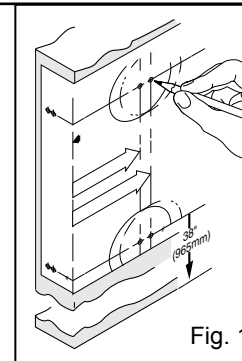
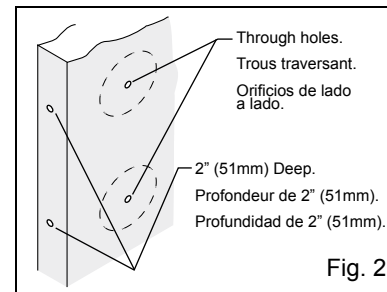
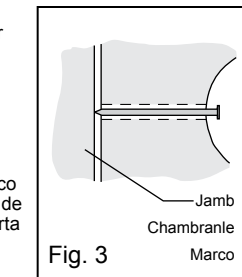

Fig. 1
Fig. 2
Fig. 3
Note 1. A. Determine your backset, see (figure 1). B. If your backset measured 2-3/4" (70mm), adjust the backset of latches as follows: For top latch, rotate front of latch 180° (see figure 2). For bottom latch, grasp spring pin (a) and move it from the 2-3/8" slot to the 2-3/4" slot (see figure 3).
Remarque 1. A. Déterminez l'écartement, voir (figure 1). Les verrous n'ont pas besoin de réglage si l'écartement fait 2-3/8" (60 mm). B. Si votre écartement mesurait 2-3/4" (70mm), ajustez l'écartement des verrous comme suit: Pour le verrou supérieur, tournez l'avant du verrou 180° (voir figure 2). Pour le verrou inférieur, se saisir le la goupille-ressort (a) et la déplacer de l'encoche de 2-3/8" à l'encoche de 2-3/4" (voir figure 3).
A. Follow steps 1 through 3 of template (see fig. 1). **B.** Drill 1/8" (3mm) diameter pilot holes where marked (see fig. 2). **C.** Drill the 2-1/8" (54mm) hole about halfway through door, then finish drilling from the other side to prevent splintering. **D.** Mark location for strike plate holes in door jamb, by closing door and pressing a 2" (51mm) common nail from inside 2-1/8" (54mm) hole through pilot hole until nail makes indentation in door jamb (see fig 3). **E.** Drill 1" (25mm) diameter holes in door edge and jamb. Drill the top hole in jamb a minimum of 1" (25mm) deep and the bottom hole 5/8" (16mm) deep. **F.** Trace face of latches in door edge and chisel out area 5/32" (4mm) deep, (no chiseling is required for bottom latch if you are using a drive-in latch (latch without face plate). **G.** Center appropriate strike over holes in door jamb and trace outlines. Chisel out area 1/16" (1,6mm) deep for bottom strike and 5/64" (2mm) deep for top strike. Place strikes on jamb and mark screw hole centers. For top strike, drill 1/8" (3mm) diameter pilot screw holes a minimum of 1-1/2" (38mm) deep. For bottom strike, drill 3/32" (2mm) diameter pilot screw holes a minimum of 1/2" (13mm) deep. **H.** Continue by following steps of INSTALLATION INSTRUCTIONS on reverse side.
A. Suivre les étapes 1 à 3 du gabarit (voir figure 1). **B.** Percer des trous-pilotes de diamètre 1/8" (3mm) aux endroits marqués (voir figure 2). **C.** Percer le trou de 2-1/8" (54 mm) jusqu'au milieu de la porte environ, puis finir de percer à partir de l'autre côté afin d'éviter l'éclatement du bois. **D.** Marquer l'emplacement des trous de la gâche sur le chambranle de la porte en fermant la porte et en poussant un clou ordinaire de 2" (51mm) de l'intérieur du trou de 2-1/8" (54mm) par le trou-pilote jusqu'à ce que le clou fasse une marque sur le chambranle de la porte (voir figure 3). **E.** Percer le trou de diamètre 1" (25mm) dans le bord de la porte et le chambranle. Percer le trou supérieur dans le chambranle au moins 1" (25mm) de profond et le trou inférieur 5/8" (16mm) de profondeur. **F.** Tracer la face des verrous sur le bord de la porte et couper au ciseau sur une profondeur de 5/32" (4 mm), (ceci n'est pas nécessaire pour le verrou inférieur si vous voulez un verrou à enfoncement (verrou sans têtierre). **G.** Centrer la gâche appropriée sur les trous dans le chambranle de la porte et tracer le pourtour. Mortaiser la surface tracée sur une profondeur de 1/16" (1,6mm) pour la gâche inférieure et 5/64" (2mm) pour la gâche supérieure. Placer les gâches sur le chambranle et marquer le centre des trous de vis. Percer des trous-pilotes de 1/8" (3mm) de diamètre sur une profondeur minimale de 1-1/2" (38mm) pour la gâche supérieure. Percer des trous-pilotes de 3/32" (2mm) de diamètre sur une profondeur de 1/2" (13mm) pour la gâche inférieure. **H.** Continuer en suivant les étapes des INSTRUCTIONS D'INSTALLATION au verso